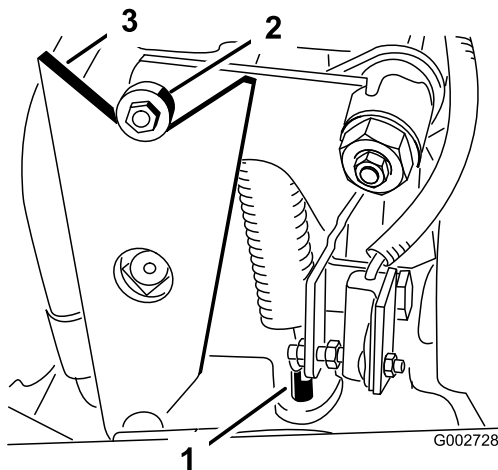

Bild 31
3. Lösen Sie die Sicherungsmutter am Einstellstift der Feder, bis sich das Lager ungehindert von der Nocke am Hebel bewegt (Bild 31), sodass sich die Pumpenwelle ungehindert beim Start drehen kann.